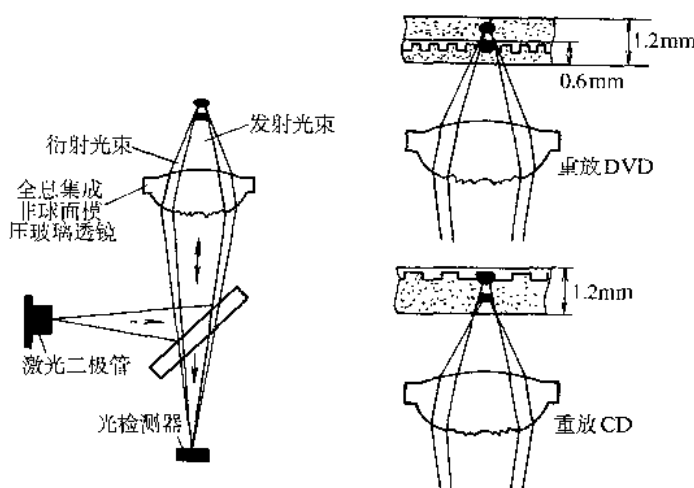

图 2.2 双聚焦激光头的工作原理
(2)采用双焦点透镜方式。这种方式又分为两种形式:一种是利用全息技术使部分激光产生折射,从而使一个透镜具有两种焦距。此方式如图 2.2 所示;另一种是在 DVD 的透镜上作环状切割,使之也适用于 CD 碟片的读取。这一方式具有简单、可靠的优点,松下、先锋等公司采用这一方式。